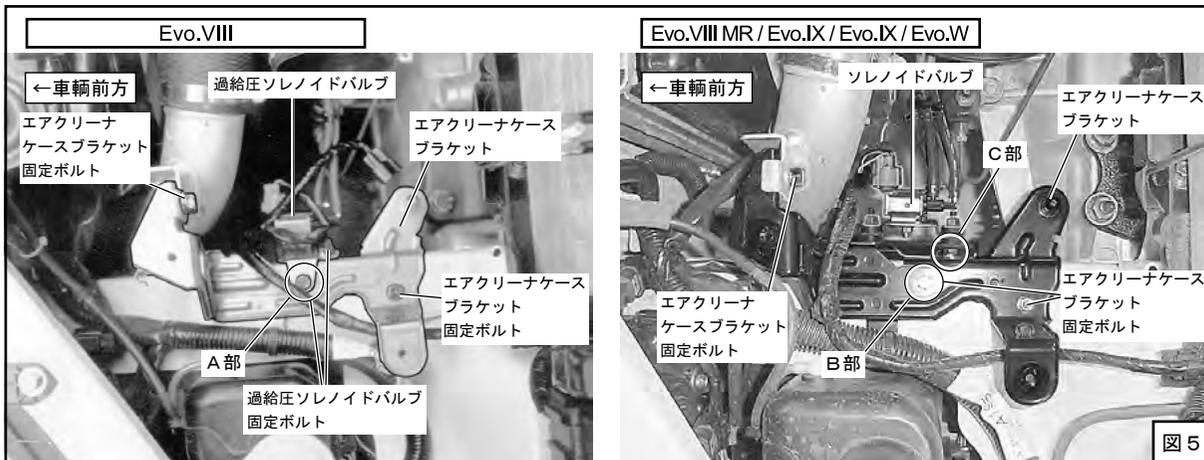

図5
- (9) エアクリーナケースブラケットからソレノイドバルブを外してください。(図5)
- (10) ボルトを外し、エアクリーナケースブラケットを外してください。(図5)
- (3) B部、C部にソレノイドバルブ（純正）を取付けたソレノイドステアー・エアクリーナステアー・汎用ステアーを仮付けしてください。（図5、図15、図16、図17）